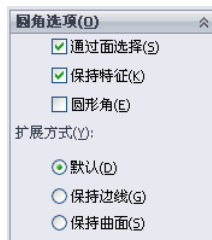

图 6-5 扩展方式
(7) 在“圆角选项”选项组的“扩展方式”组中选择一种扩展方式, 如图 6-5 所示, 显示扩展方式。